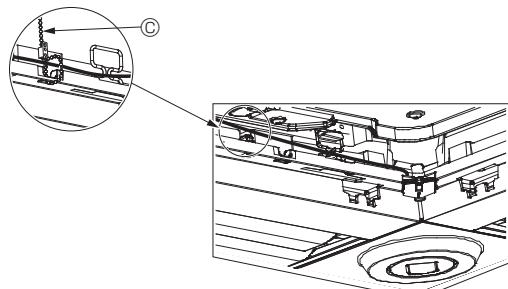

Fig. 10-12
- Fixez les fils du Capteur i-see et du récepteur de signal au panneau à l'aide des fixations, comme indiqué sur le schéma, de sorte qu'il n'y ait pas de mou au niveau des fils, puis coupez le fil qui dépasse aux extrémités de la fixation. (Fig. 10-12)
- Si la position du Capteur i-see a été permutee de la position "○" (E) à la position "□" (F), changez le réglage des fonctions. (Voir page 13.)